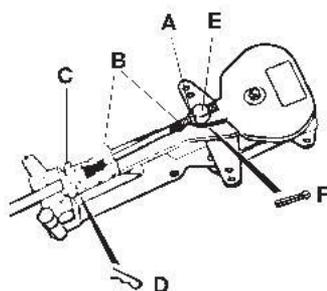

Fig. 7
- Enlevez l'écrou (A fig. 7) ainsi que les deux joints en caoutchouc (B fig. 7) du câble.
- Insérez le câble dans l'étrier (C fig. 7).
- Sécurisez le câble à l'aide de la goupille (D fig. 7)
- Enflez le pivot sur le levier (E fig. 7) et sécurisez-le à l'aide de la goupille fendue. (F fig. 7)